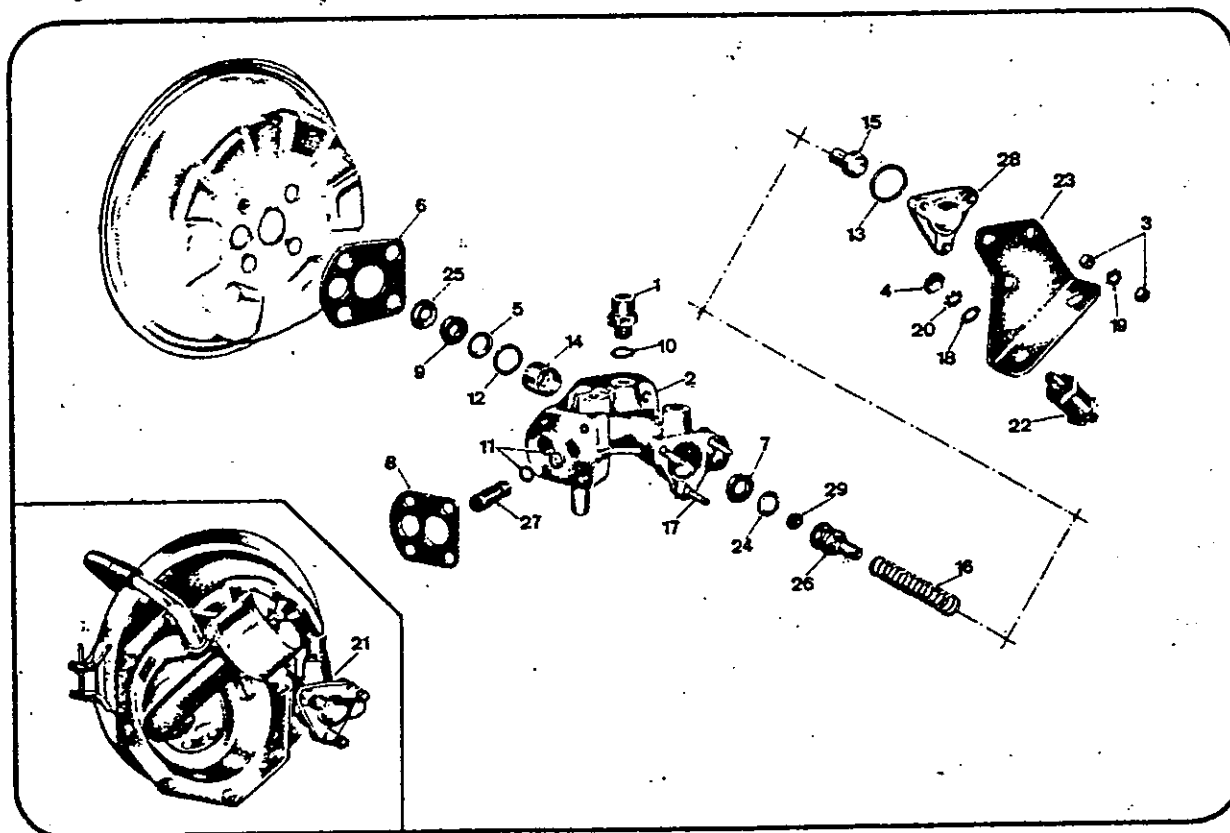

Fig. 05/03 - Maître-cylindre servo-frein (Du Catalogue Pièces Détachées).
- Déposer le boîtier membrane (n. 14 - fig. 05/04).
- Retirer l'anneau qui bloque la boîte à dépression et par conséquent le couvercle (agir avec prudence puisque la membrane peut être projetée par le ressort de rappel) (n. 1 - 3 - 9 - 11 - fig. 05/05).
- Si dans la boîte à dépression il y a des traces de liquide freins, la fuite est sûrement due à l'usure des joints d'étanchéité sur la tige (n. 9 - fig. 05/03).
- Déposer la boîte à dépression (n. 4 fig. 05/05).
- Retirer le guide tige (n. 14 - fig. 05/03) avec ses détails intérieurs sans employer les pinces. Pour ne pas rayer le corps maître-cylindre pousser du-dessous la tige à l'aide d'un morceau de bois dur.
- Retirer le piston commande distributeur (n. 27 - fig. 05/03) en frappant légèrement le corps maître-cylindre contre une surface en bois dur.